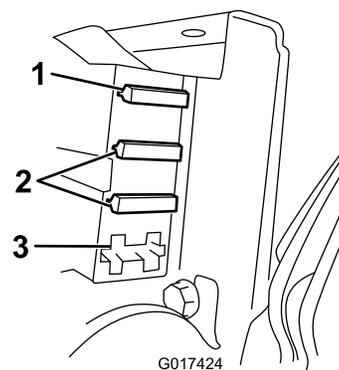

Figura 37
3. Compruebe los fusibles del bloque de fusibles (Figura 37).
- Si alguno de los fusibles está fundido, sustitúyalo por un fusible del voltaje y amperaje correctos (Figura 37).